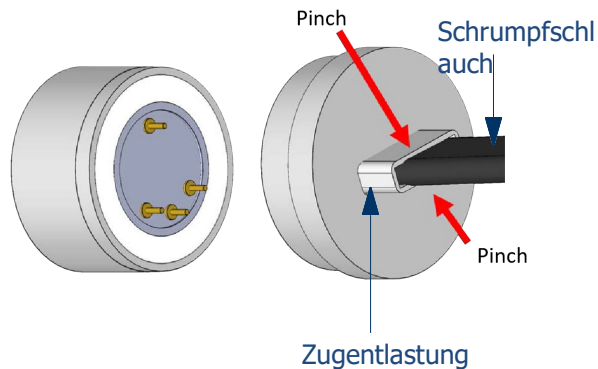

Abbildung 22. Abnehmen der oberen Sensoreinheit
5. Entfernen Sie die obere Sensoreinheit, indem Sie an der Zugentlastung und dem Schrumpfschlauch ziehen. Die Leiterplatte wird zusammen mit der oberen Sensorbaugruppe entfernt. Siehe Abbildung 22 auf Seite 29